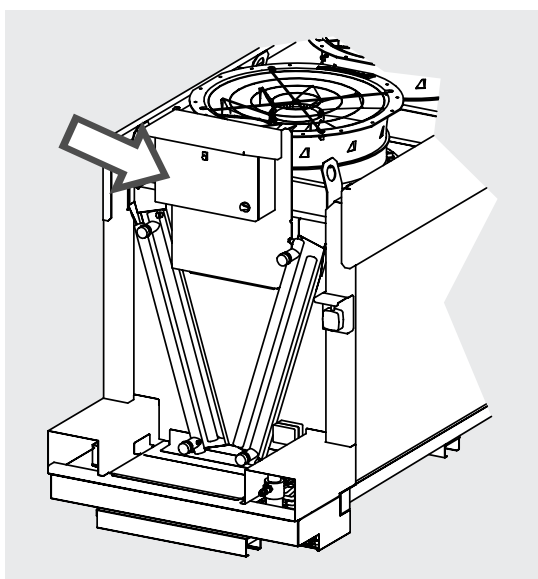

Abbildung 13
- 8.1 Detaillierte Informationen entnehmen Sie bitte dem Schaltplan der Schaltschrank und anderen mit dem Modell gelieferten Diagrammen. Siehe Abbildung 13.